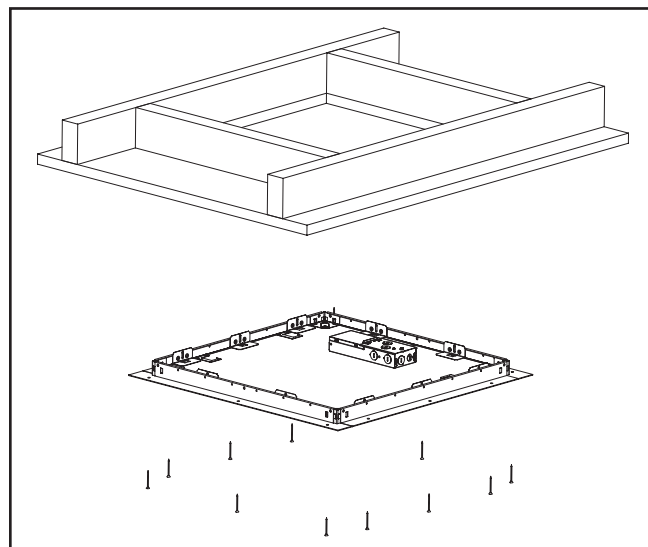

Figura 3.
3. Instale el marco con la luminaria en el recorte del cielo raso y fíjelo usando los tornillos con protección contra robo incluidos. (Figura 3.)